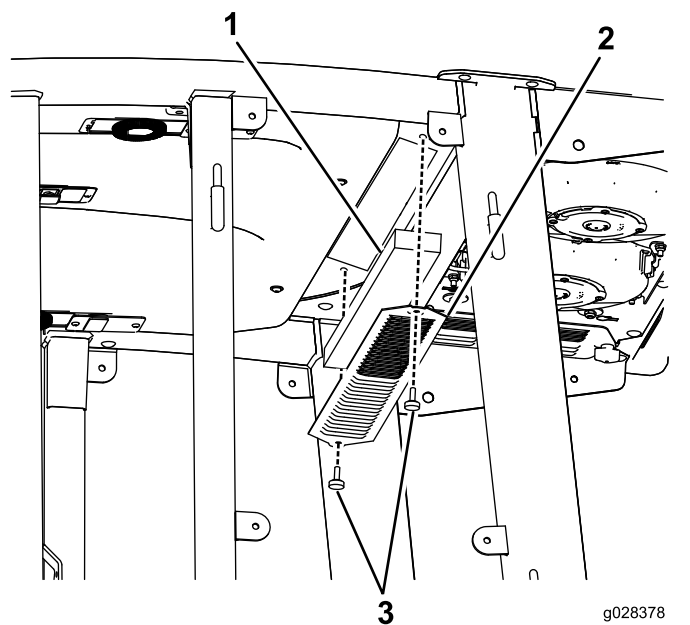

図 137
3. キャビンの屋根を止めているボルト22本を外して屋根を外す **図 137**。
4. エアフィルタを取り外す **図 137**。
5. エアコンのコイルを外して清掃する **図 137**。